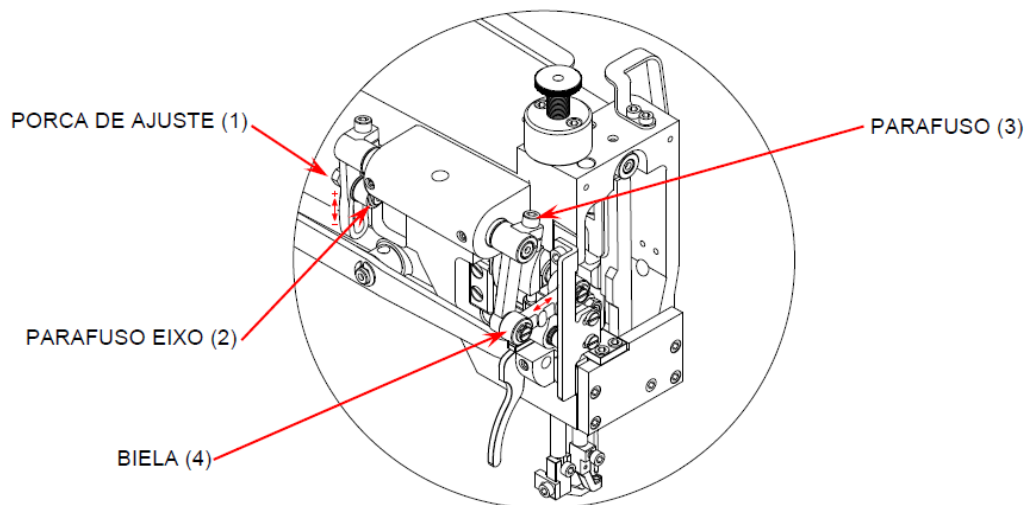

Figura 16
- ✓ Solte o parafuso da alavanca (3), figura 16, e movimente o calcador até que o mesmo se posicione com a face inferior alinhada com a ponta da agulha;
Para que os calcadores tenham um movimento de descida e subida maior, solte a porca de ajuste (1) e leve o parafuso eixo (2) para a parte superior do rasgo (conforme mostra a figura 16), caso queira um movimento menor, leve o parafuso eixo (2) para a parte inferior do rasgo.